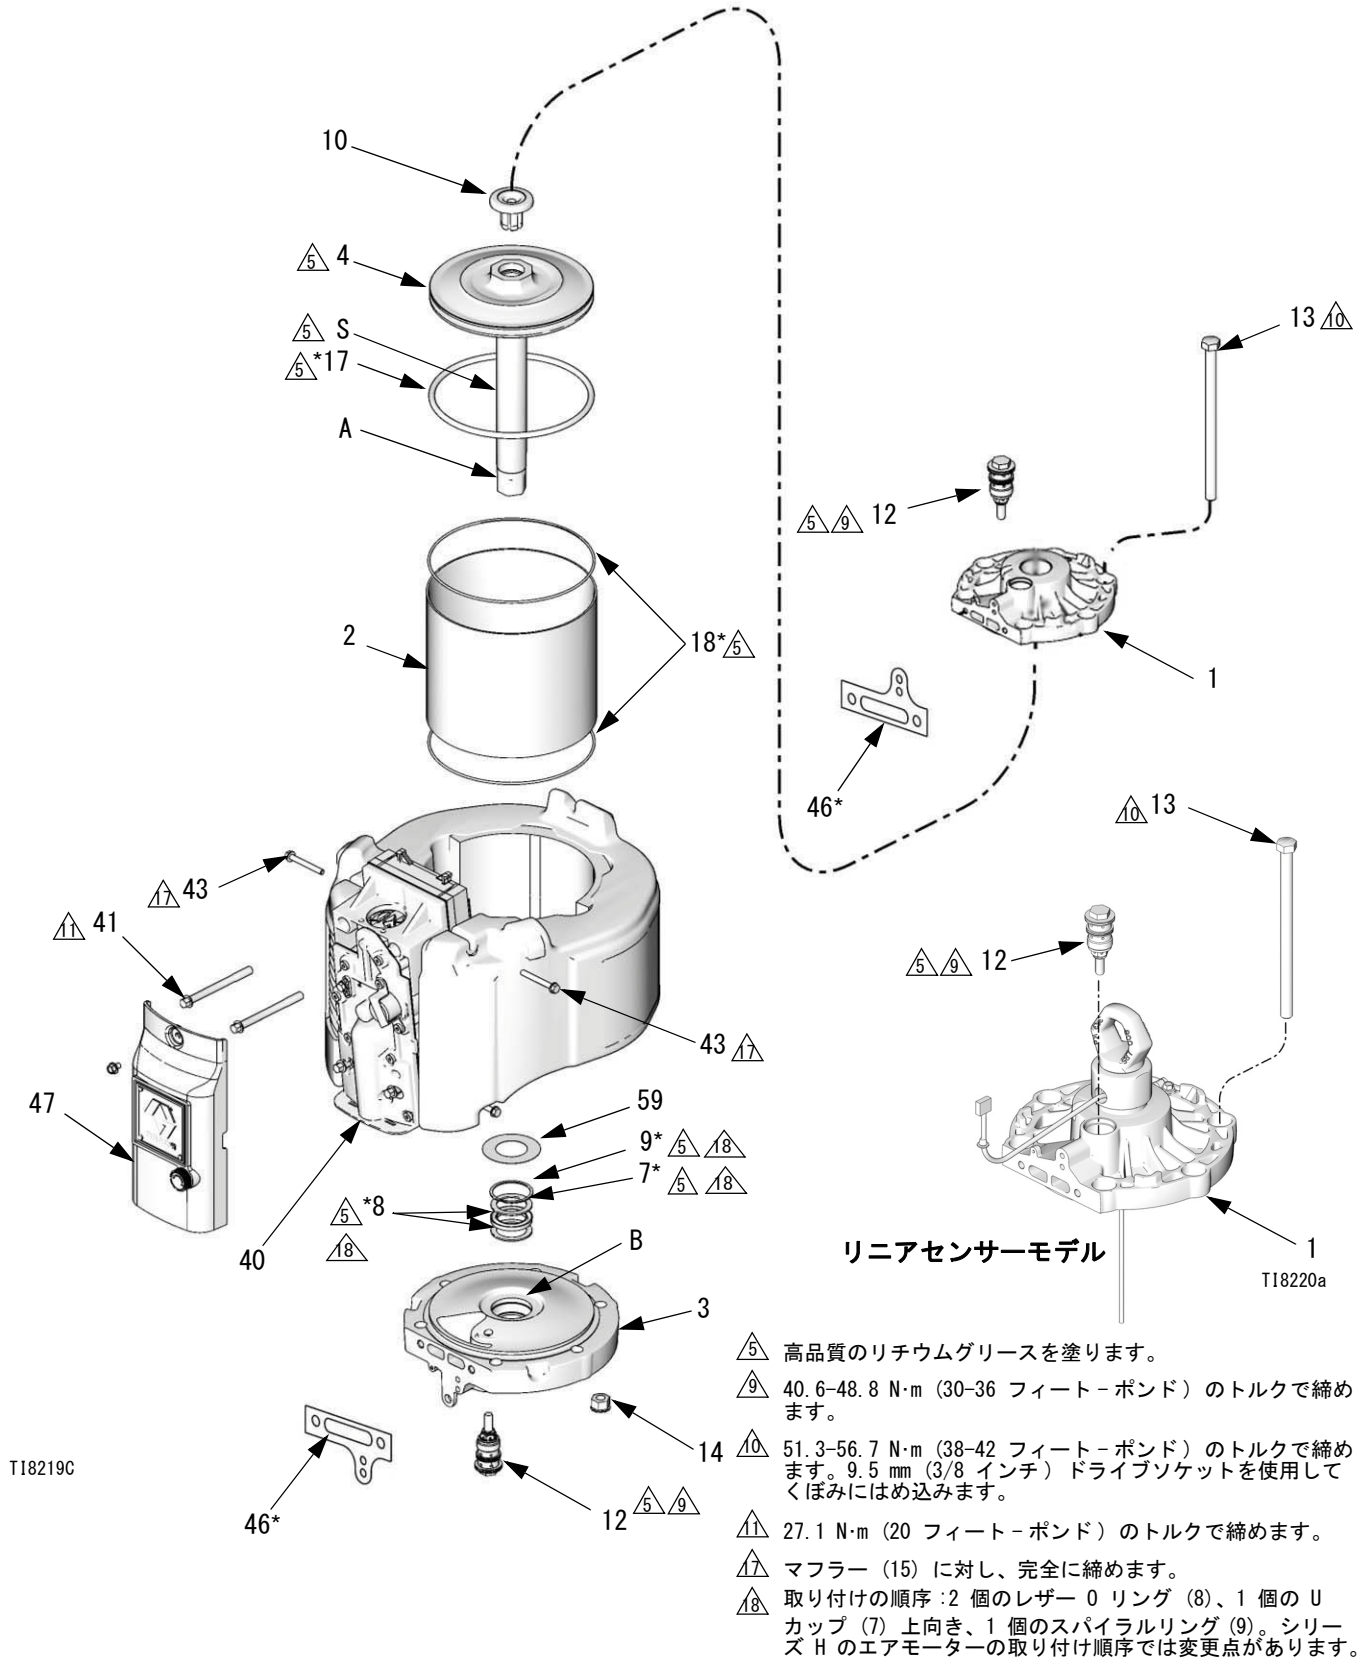

図 12. エアモーターの修理
5. 外側バルブカバー (47) を外します。図 12 を参照してください。
6. 4 個のネジ (43) とマフラー (15) を取り外します。
7. 上部の 2 個のエアバルブネジ (41) を取り外します。下部の 2 個のネジ (41) は緩めませんが、取り外さないでください。分解を容易にするために、エアバルブ (40) を傾けてください。
8. タイボルト (13) を取り外します。ゴムハンマーで上のキャップ (1) の下側を叩いて離します。上部のキャップをモーターから持ち上げます。
9. エアモーターの接続を下部から外します (別冊のポンプ取扱説明書を参照)。ピストンシャフトアダプタ (A) をシャフト (S) に付けた状態に残します。
10. ピストンアセンブリ (4) をシリンダ (2) 上部から押し出します。
11. ピストン O リング (17) を点検します。ピストン (4) とピストンシャフト (S) に傷や損傷がないか調べます。交換用ピストン (4) にはピストン、シャフト (S)、アダプタ (A)、およびバンパー (10) が含まれます。
12. シリンダ (2) を取り外します。内表面に傷やその他の損傷がないか点検します。損傷がある場合は交換してください。
13. バンパー (59)、保持リング (9)、バックアップパッキング (8)、V パッキング (7) を底部カバー (3) から外します。これらの部品に摩耗、損傷がないかどうかを点検します。ベアリング (B) を点検します (多少の傷は許容可能)。ベアリングが損傷している場合は、底部カバー (3) を交換してください。
1. 図 12 を参照してください。リップを上向きに、2 個のバックアップパッキング (8\*)、次に V パッキング (7\*) を取り付けます。保持リング (9\*) を底面のカバー (3) に取り付けます。パッキングを潤滑します。バンパー (59) を取り付けます。